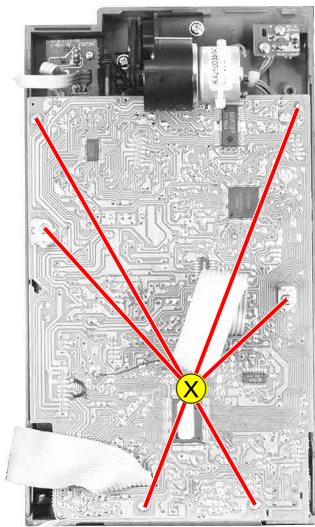

Fig. 12
- 6 Schrauben $\text{\textcircled{X}}$ (Fig. 12) herausdrehen.
- Undo 6 screws $\text{\textcircled{X}}$ (Fig. 12).